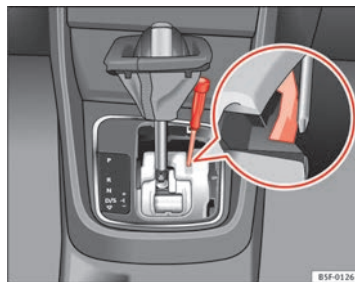

Fig. 125 Alavanca selectora: desbloqueio de emergência a partir da posição de estacionamento
- Com a ajuda de uma chave de fendas, pressione a patilha amarela de desbloqueio lateralmente ⇒ Fig. 125 e mantenha-a pressionada.